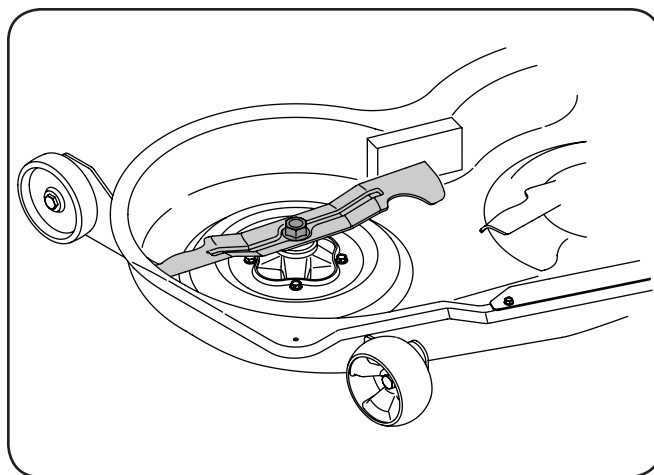

Figure 7-5
3. Retirer l'écrou à bride à six pans qui maintient la lame sur la base de la fusée. Voir la Figure 7-5.